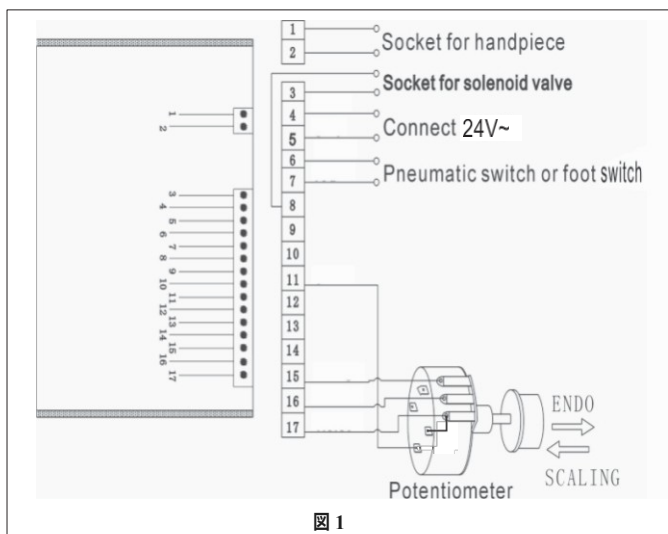

図 1
本装置の主要構成部品および設置状況を図 1 に示します。
- (1) 図1に示す通り、電源および空圧スイッチ（またはフットスイッチ）を接続してください。
- (2) 5番および4番のリード線は24Vに接続してください。なお、この回路をスイッチ回路として使用することはできません。
- (3) 7番および6番のリード線は、空圧スイッチ（またはフットスイッチ）に直接接続できますが、この回路で短絡を起こしてはなりません。
- (4) ポテンシオメータのメインボールを押し下げると、装置はスケーリング機能となり、引き出すとエンド機能となります。
- (5) 設置の際は、以下の点に注意してください。